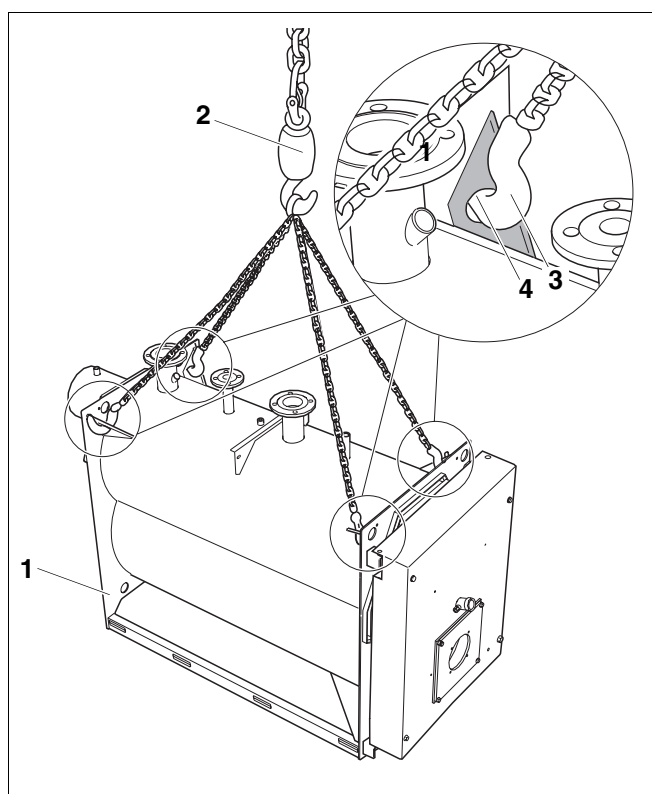

Fig. 4 Soulever le corps de chaudière avec une grue
Vous pouvez soulever et transporter le corps de chaudière (fig. 4, **pos. 1**) à l'aide d'une grue.
- Accrochez les crochets du câble de transport (fig. 4, **pos. 3**) dans les perforations des quatre tôles de renfort (fig. 4, **pos. 4**) du corps de chaudière.
- Accrochez les crochets de grue (fig. 4, **pos. 2**) au câble de transport.